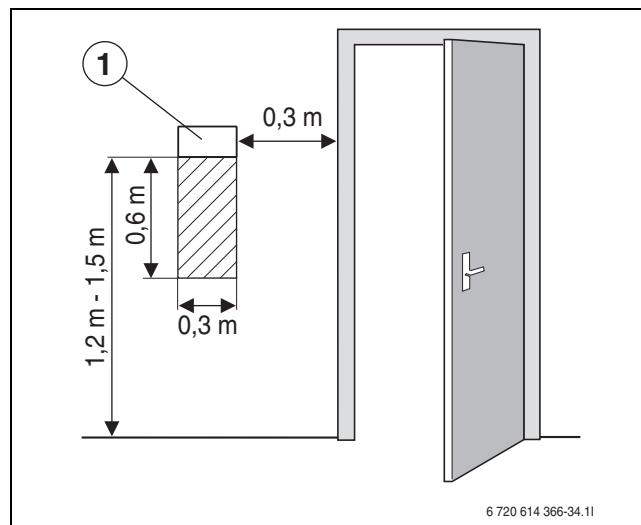

Bild 20 Empfohlener Montageplatz für Raumtemperaturfühler T5
- Ungehinderte Zirkulation der Raumluft unter dem Raumtemperaturfühler T5 (schraffierte Fläche in Bild 20 freigehalten).